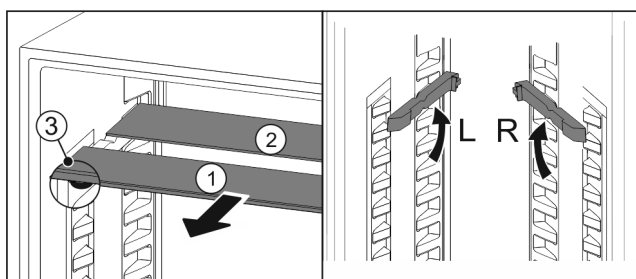

Fig. 131
- ▶ Wyciągnąć Fig. 131 (1) pojedynczo półki szklane do przodu.
- ▷ Płyta szklana Fig. 131 (1) z listwą ozdobną znajduje się z przodu.
- ▷ Stopery Fig. 131 (3) wskazują w dół.